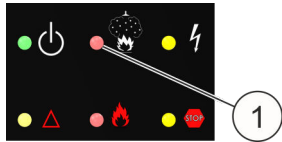

Fig. 23: LED "Impianto di estinzione azionato"
32. ▶ Controllare se il LED "Impianto di estinzione azionato" (Fig. 23/1) non è acceso.